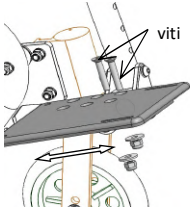

fig. 10.3: Regolazione profondità
- **Regolazione profondità del poggiapiedi (fig. 10.3):**